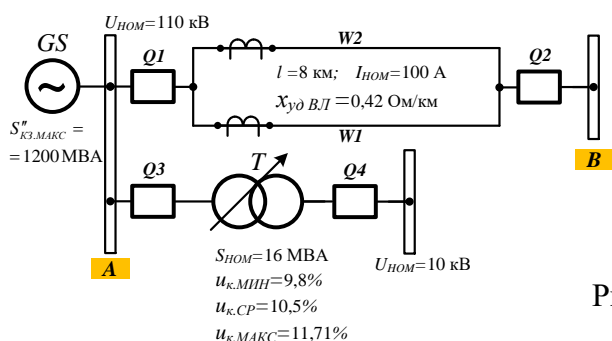

Рис.1
3./Расчитать ток срабатывания максимальной токовой защиты (МТЗ), установленной на стороне высшего напряжения для трансформатора T (см. рис.1), и проверить её чувствительность.
4./Определить токи небаланса, срабатывания защиты, длину мёртвой зоны поперечной дифференциальной защиты параллельных ЛЭП напряжением 110 кВ (см. рис.1), а также проверить её чувствительность.